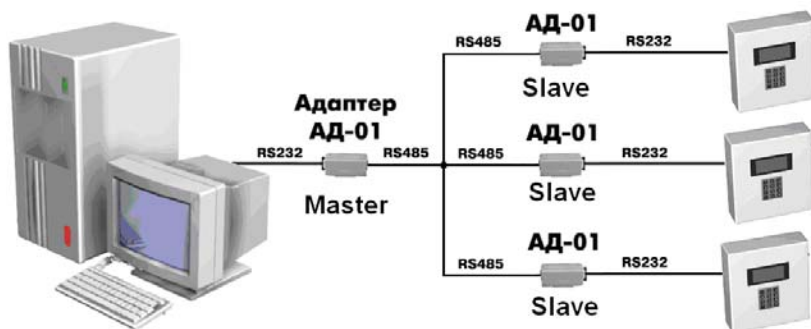
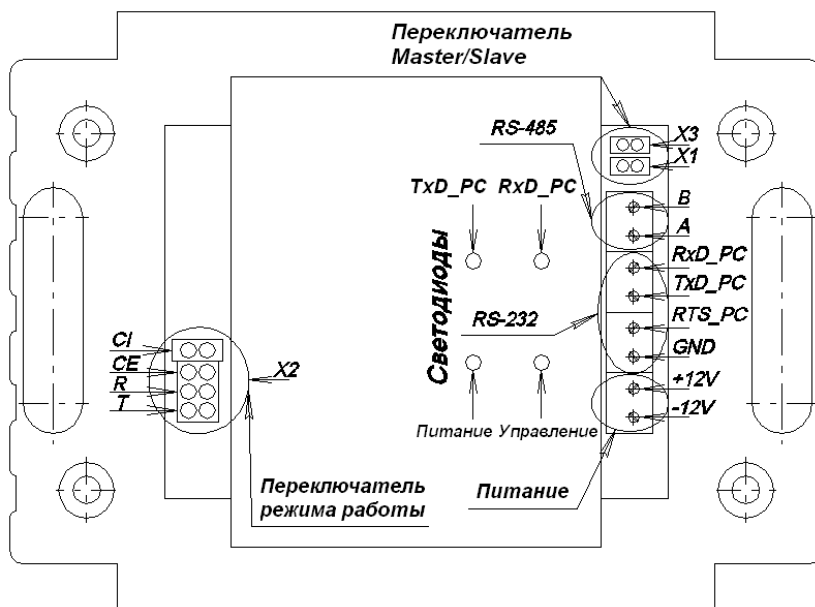

Рисунок 2 – Схема подключения адаптера
Рисунок 3 - Клеммы и светодиоды адаптера
Адаптер может работать в одном из четырех возможных режимов приема-передачи. Режимы задаются установкой джамперов на «Переключателе режима работы» (рисунок 3) в соответствии с таблицей 6.
Адаптер может работать в режиме «Master» или «Slave» (см. рисунок 2). Режим выбирается установкой джамперов на «Переключателе Master/Slave» (рисунок 3) в соответствии с таблицей 7. В режиме Master в сети может быть только один адаптер с общим количеством приемников на RS-485, указанным в таблице 1.
4.3.2 Установить джамперы в соответствии со схемой подключения (см. рисунок 2, рисунок 3 и таблицу 6, таблицу 7).
4.3.4 Соблюдая полярность (см. рисунок 3), подключить шнур питания (см. таблицу 8).
Светодиоды (см. рисунок 3), предназначены для индикации наличия питания адаптера и информационного обмена по линиям связи: